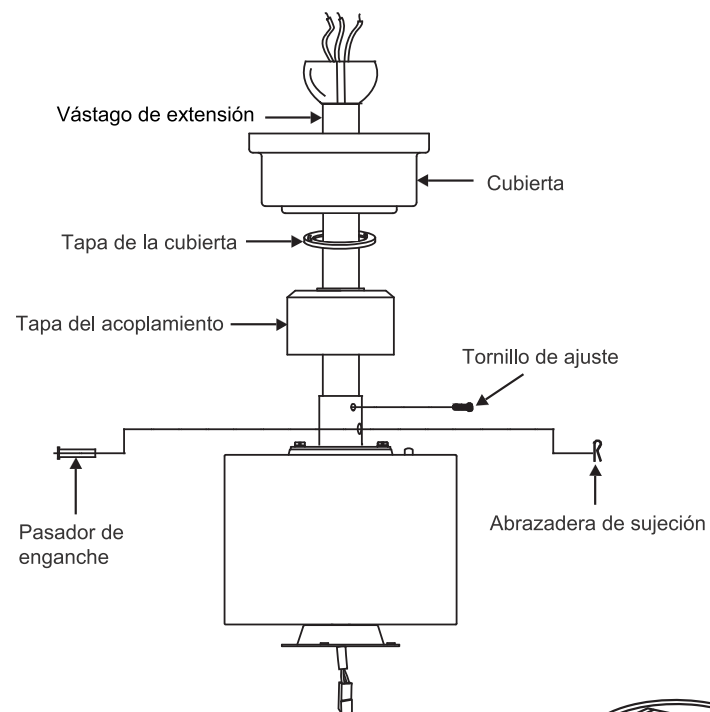

Fig. 9
**Paso 8.** Deslice la tapa de acoplamiento, la tapa de la cubierta y la cubierta sobre el vástago de extensión. **(Fig. 9)**
Enrosque la bola colgante en el vástago de extensión, inserte el pasador transversal en el vástago de extensión y ajuste. Ahora, ajuste el tornillo embutido. **(Fig.9)**